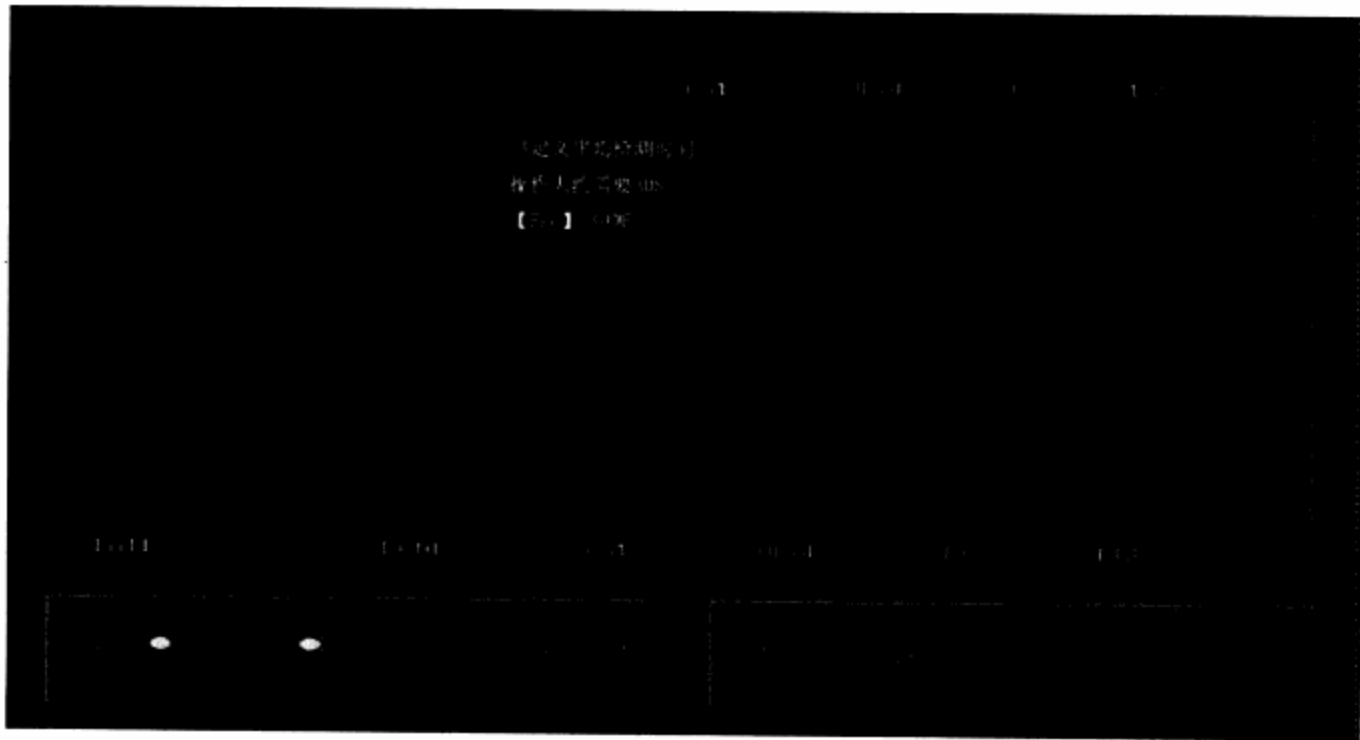

图10-32 柱面访问时间测试
**步骤 03** 当参数设置完毕后按Enter键开始检测，取消按Esc键。屏幕上会提示“稍等一会儿，正在测试柱面访问时间”。如图10-32所示。